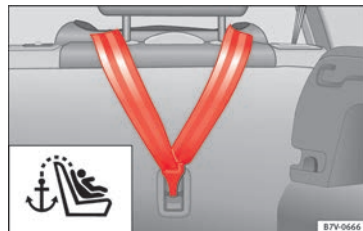

Bild 38 Övre hållremmen ihakad i bagageutrymme
- Haka i den övre hållremmen i motsvarande monteringsring (för TOP TETHER) på baksidan av baksätets ryggstöd » **bild 38**.